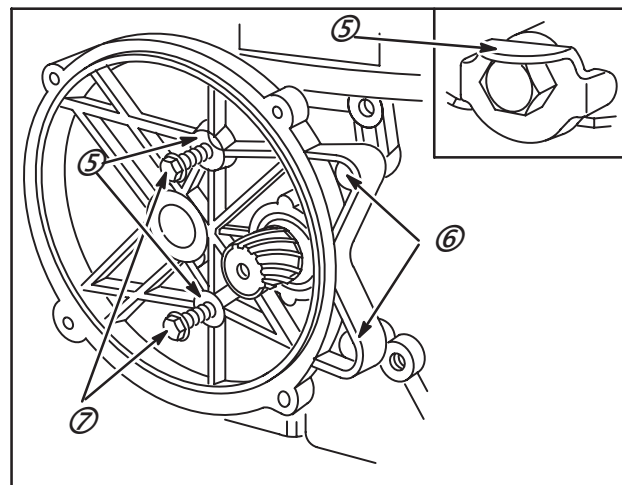

Fig. 37
6. Rabattre les butées contre les méplats des têtes de vis, Fig. 37.
11. Retirer le protège-joint (9).